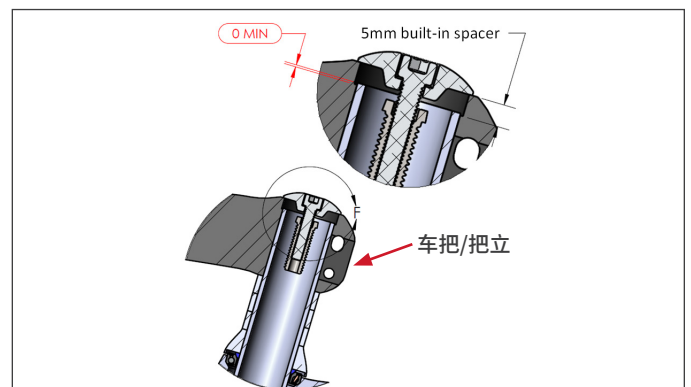

图 3
10. 在车把/把立完全组装好后, 转向管应与车把/把立中置的 5mm 垫片中的梯级齐平或在梯级上方 (参见图 3)。